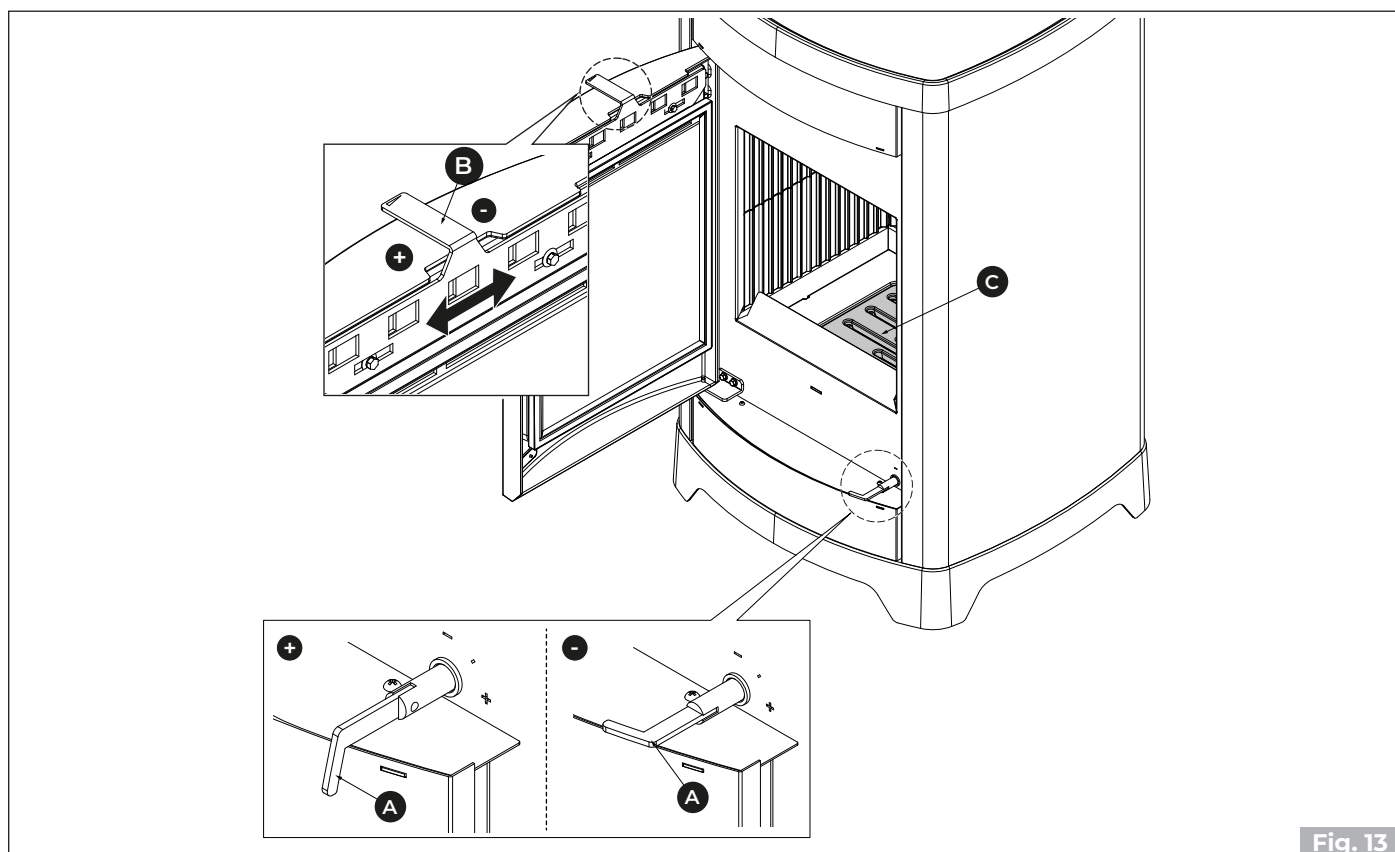

Fig. 13
- Unter Verwendung des mitgelieferten Handschuhs, den Primärluft- (A) und Glasreinigungsregler (B) komplett öffnen (+).
- Die Holzscheite vorsichtig auf das Feuerraumgitter (C) legen (Fig. 13).
- Den Regler der Verbrennungsluft (A) und der Glasreinigung (B) offen (+) lassen, um eine hohe und leuchtende Flamme zu garantieren.
Die Verbrennung wird über den Luftregler (A) geregelt (Fig. 13). Wenn man ihn in Richtung des Symbols (+) oder (-) dreht, erhält man eine höheren oder niedrigeren Brennluftstrom und damit eine schnellere oder langsamere Verbrennung.